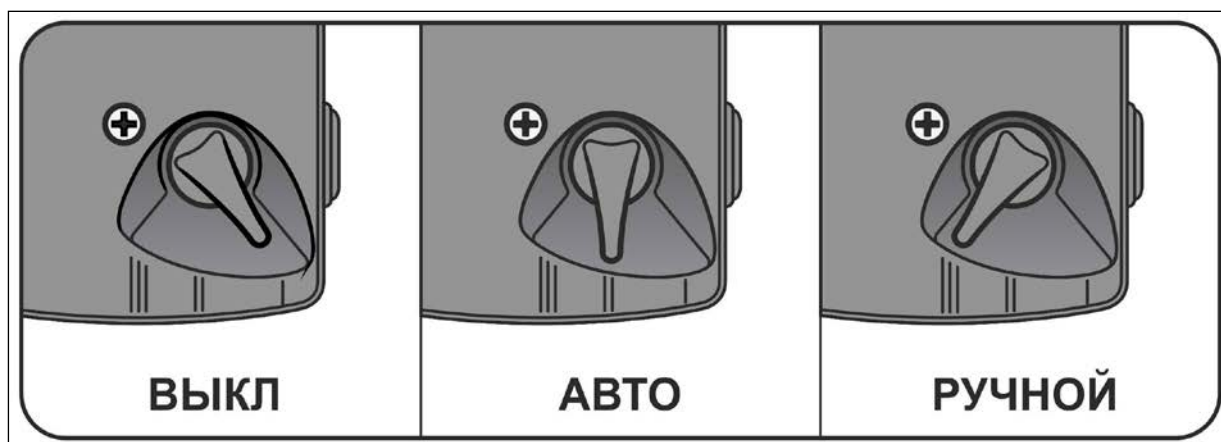

Рис. 4 Режимы работы
- 1) Автоматический – положение «АВТО либо II» (рис.4), насос автоматически запускается при открытии крана, и выключается при закрытии крана. Это происходит благодаря встроенному датчику потока, который производит включение и выключение насоса при появлении потока жидкости в трубопроводе.
- 2) Ручной режим – положение «РУЧНОЙ либо III» (рис.4), насос работает постоянно, без отключений.
Также имеется положение «ВЫКЛ либо I» (рис.4), насос не работает даже подсоединенный к розетке.